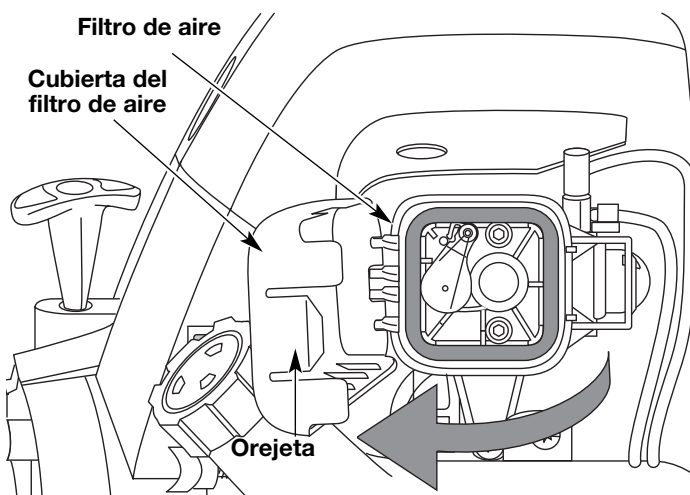

Figure 30
1. Abra la cubierta del filtro de aire. Empuje hacia adentro la orejeta del lado derecho de la cubierta, y extraiga la cubierta del filtro de aire hacia afuera y hacia la izquierda (Fig. 30).
2. Retire el filtro de aire (Fig. 30).
8. Mueva la cubierta hacia la derecha hasta que la orejeta del filtro de aire calce en su lugar en la ranura de la placa posterior (Fig. 30).